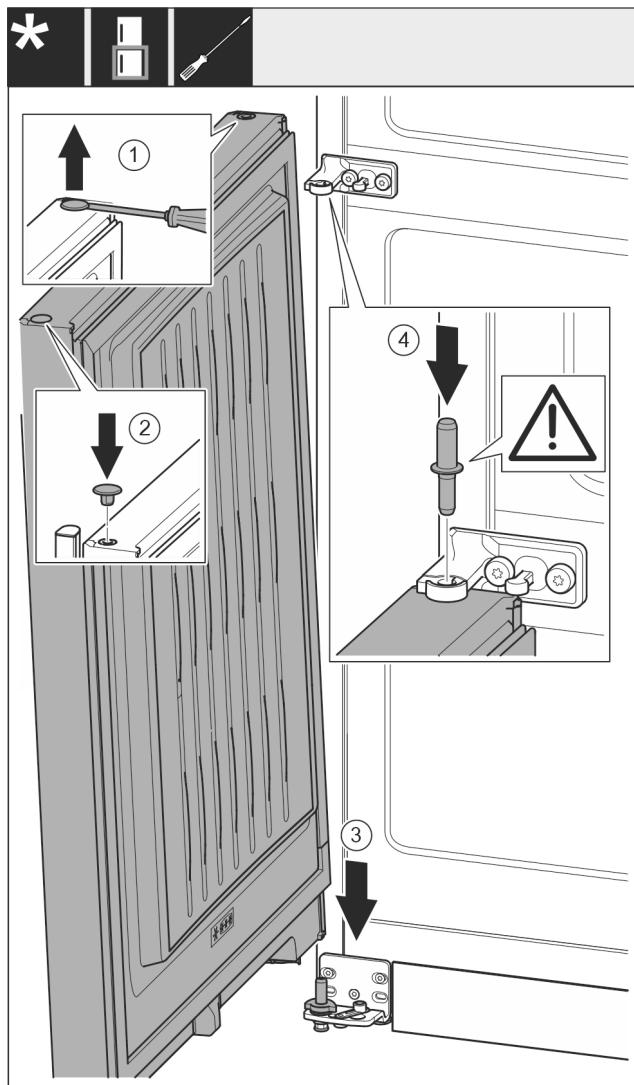

Fig. 19
- За допомогою шліщової викрутки обережно підніміть пробку та витягніть її. Fig. 19 (1)
- Знову вставте пробку з іншого боку дверцят. Fig. 19 (2)
- Встановіть дверцята зверху на нижній опорний гвинт. Fig. 19 (3)
- Середній опорний гвинт встановіть в нижні дверцята через середній опорний кронштейн. При цьому виступ фіксатора повинен бути спрямований назад. Fig. 19 (4)